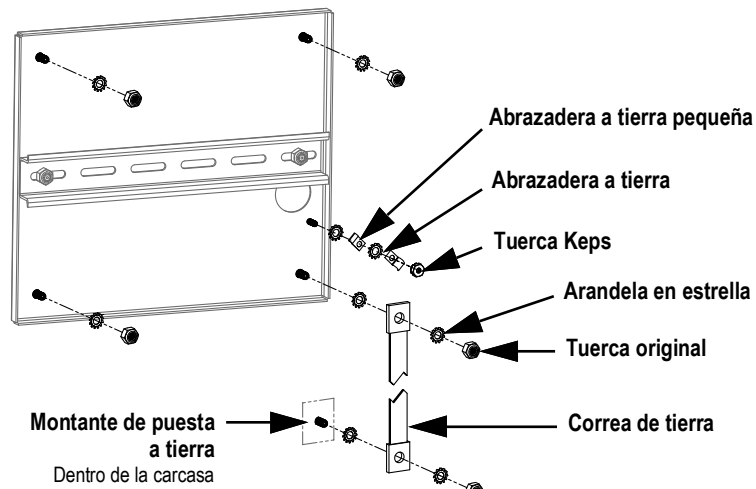

Figura 2-29. Puesta a tierra del blindaje de la placa posterior
3. Asegure el otro extremo de la correa de tierra a un montante de puesta a tierra dentro de la carcasa, poniendo arandelas en estrella a cada lado de la correa de tierra, consulte la Figura 2-29. Asegúrese de que la correa de tierra tenga el huelgo suficiente para abrir y cerrar la puerta de la carcasa.
5. Ponga a tierra el cable de pantalla y el cable de pantalla táctil a través del tornillo de puesta a tierra de placa posterior usando las dos abrazaderas de puesta a tierra y la tuerca Keps. La abrazadera de puesta a tierra N.º de ref. 193810 posee un radio menor, y se debe usar para el cable de pantalla táctil.
NOTA: Asegúrese de instalar primero la abrazadera a tierra pequeña y después la abrazadera a tierra, consulte la Figura 2-29 en la página 39.